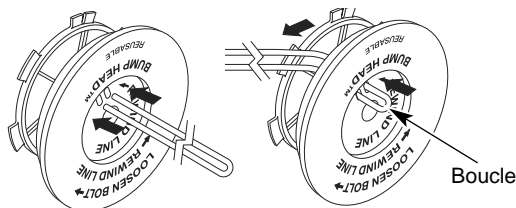

Fig. 35
- Tome aproximadamente 6 m (20 pies) de nueva línea de corte, enlázcela en dos longitudes iguales. Inserte cada extremo de la línea a través de uno de los dos orificios del carrete interior (Fig. 35). Pase la línea a través del carrete interior de modo que el lazo sea lo más pequeño posible.